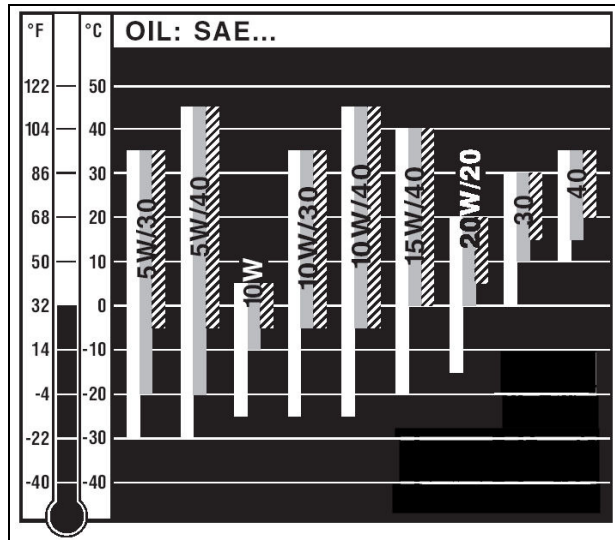

Fig. 2-3 Huile: grades de viscosité SAE
6. Compléter le niveau d'huile si nécessaire (voir la figure 2-3). Ne pas surcharger au delà du niveau maxi.
8. Remplir le carter avec une huile de viscosité adaptée aux conditions d'utilisation (voir la figure 2-3) jusqu'au niveau correct indiqué sur la jauge.